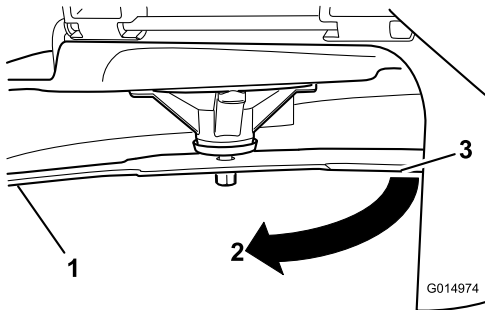

**Figura 57**
5. Mida desde la punta de la cuchilla hasta la superficie plana (**Figura 57**).